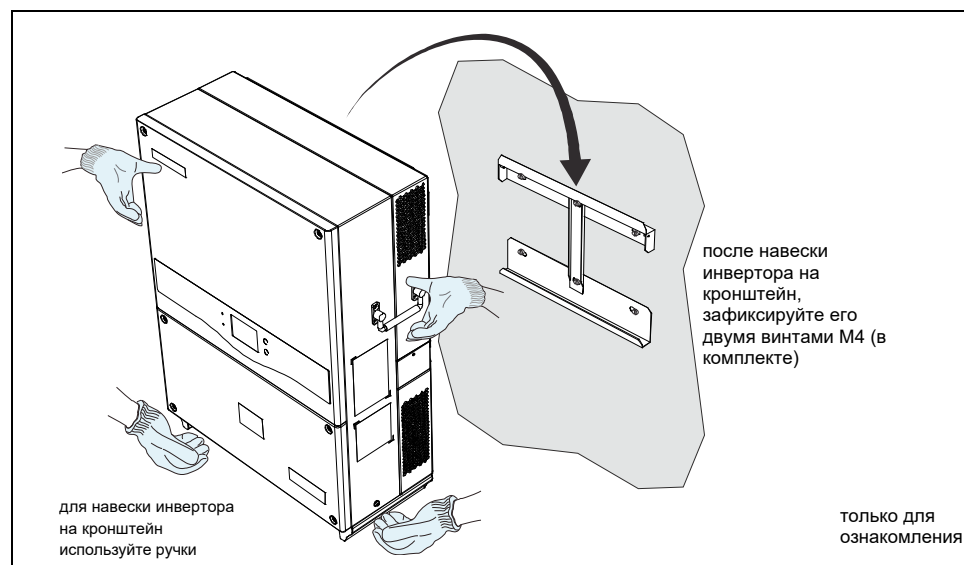

Рис. 2-6 Монтаж инвертора CL36
7. Зафиксируйте инвертор на кронштейне двумя винтами M4*16, как показано на рис. 2-6.
6. Повесьте инвертор на кронштейн, см. рис.2-6.
7. Закрепите кронштейн на металлической раме используя винты, идущие в комплекте с инвертором. Усилие затяжки 35Нм. Рис. 2-6.